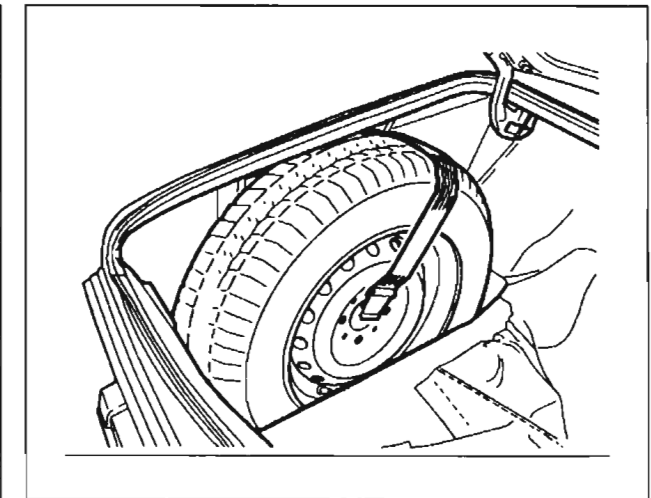

Рис. 35. Укладка и крепление запасного колеса
- выньте из багажника запасное колесо (рис. 35), домкрат и сумку с инструментом.